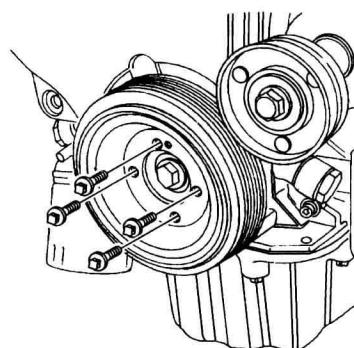

图 1-1-3 拆卸曲轴皮带轮螺栓
8. 拆卸曲轴皮带轮螺栓（图 1-1-3）。
13. 参见图 1-1-3, 安装曲轴皮带轮螺栓。紧固曲轴皮带轮螺栓至 $20N \cdot m$ 。